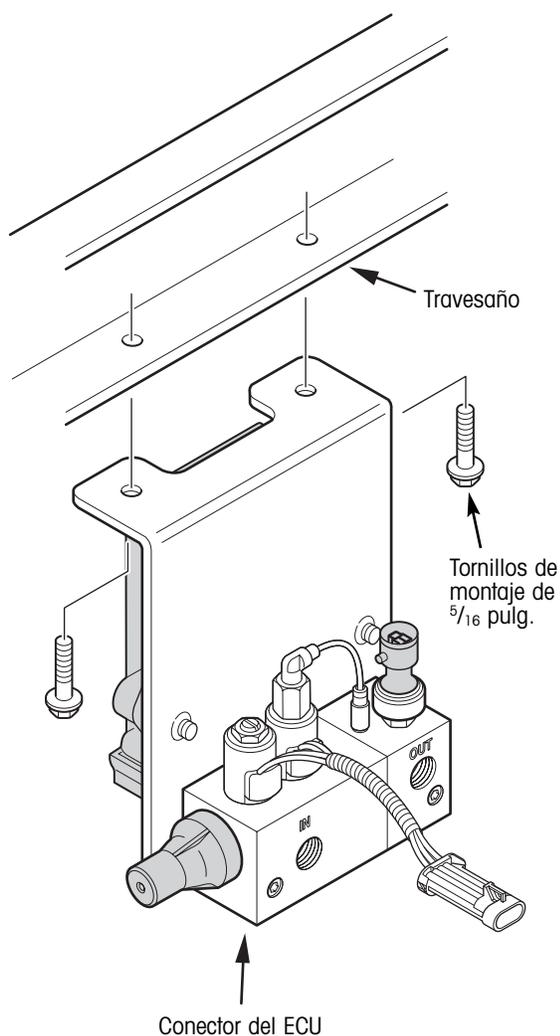

Figura 14. Instalación del ensamblaje del controlador
- Tornillos de montaje del ensamble del controlador (figura 14)
2. Perfore dos agujeros separados a cuatro pulgadas para instalar el soporte de montaje del ensamblaje del controlador. Coloque el controlador con tornillería de  $\frac{5}{16}$ -pulgada (figura 14).
**⚠ PRECAUCION:** El ensamblaje del controlador debe ser instalado en forma vertical con el conector del ECU hacia abajo (figura 14). Esto orienta el puerto de desfogue adecuadamente previniendo daños al equipo.